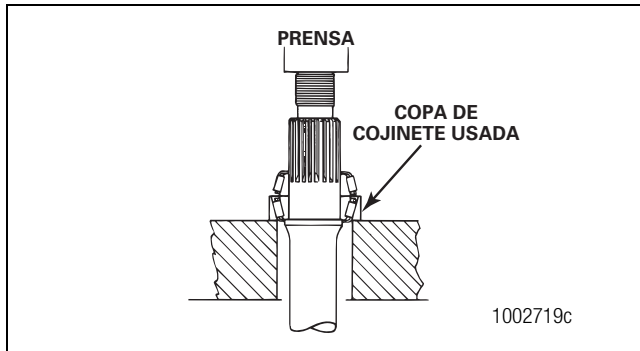

Figura 3.14
2. Coloque la flecha de salida en una prensa. Figura 3.14. La copa de cojinete usada soporta a la flecha de salida.